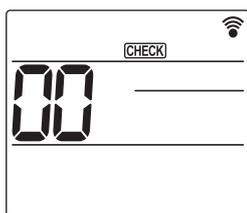

Fig. 6-7
- 2 Pulse el botón **[MENU]** durante 5 segundos. (Fig. 6-7) (Realice esta operación con la pantalla del mando a distancia apagada).